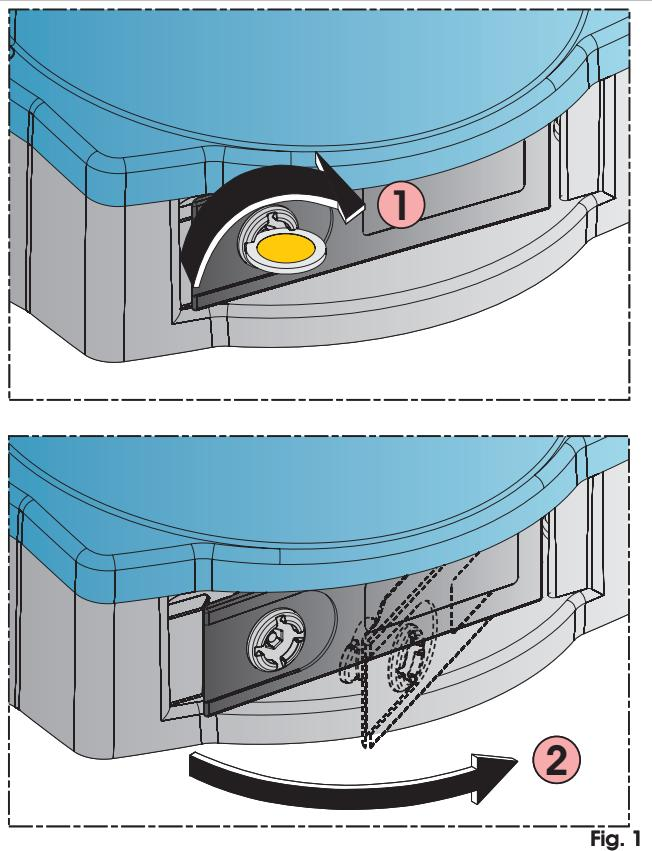

Fig. 1
2. Draai met behulp van een muntstuk de vergrendeling tegen de wijzers van de klok mee tot deze blokkeert (Fig. 1 ref. ①);
3. Trek aan de hendel zoals aangeduid in fig. 1 ref. ②